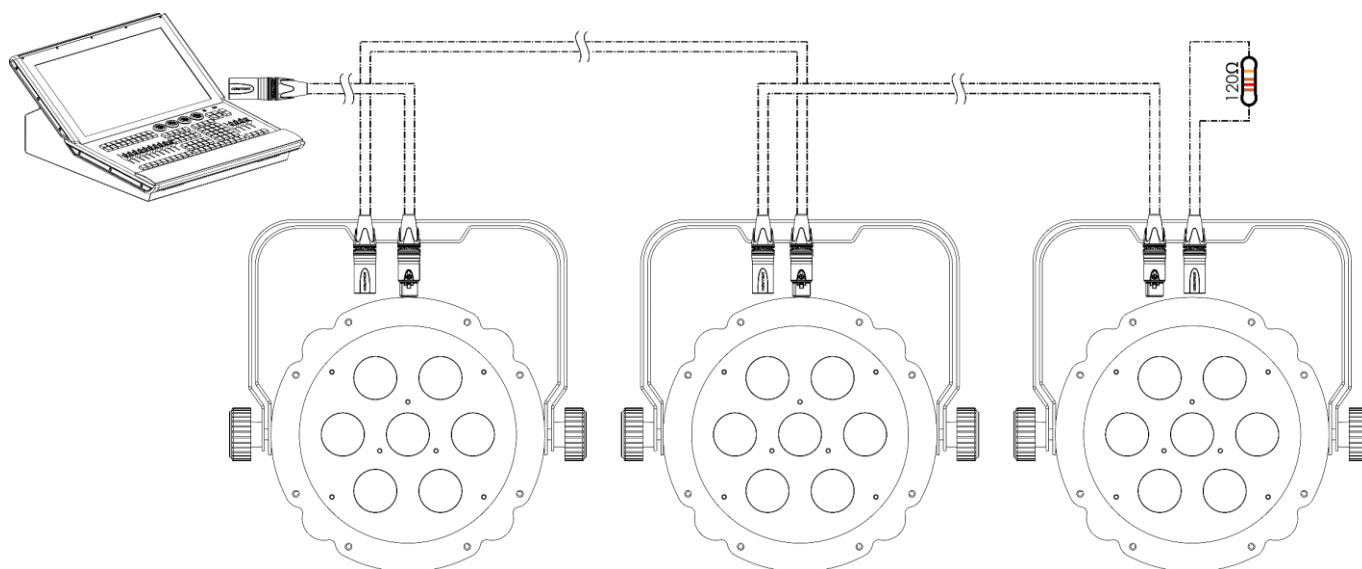

Fig. 11
- 03) Repita el paso 2 para conectar todos los dispositivos en cadena como se muestra en la Fig. 11.